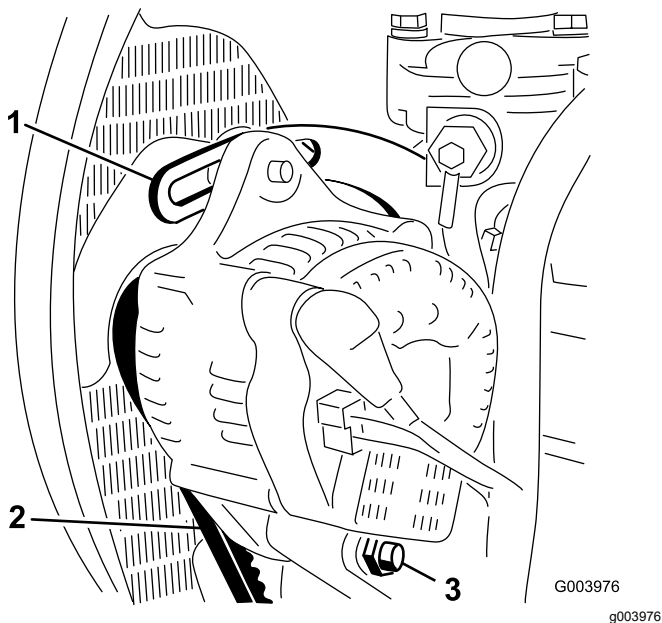

図 116
3. オルタネータ側プーリとクランクシャフト側プーリ間の中央部でオルタネータベルト **図 116** を指で 10kg 程度の力で押してベルトの張りを点検する。
4. オルタネータをブレースに固定しているボルトと、オルタネータのピボットボルトをゆるめる **図 116**。